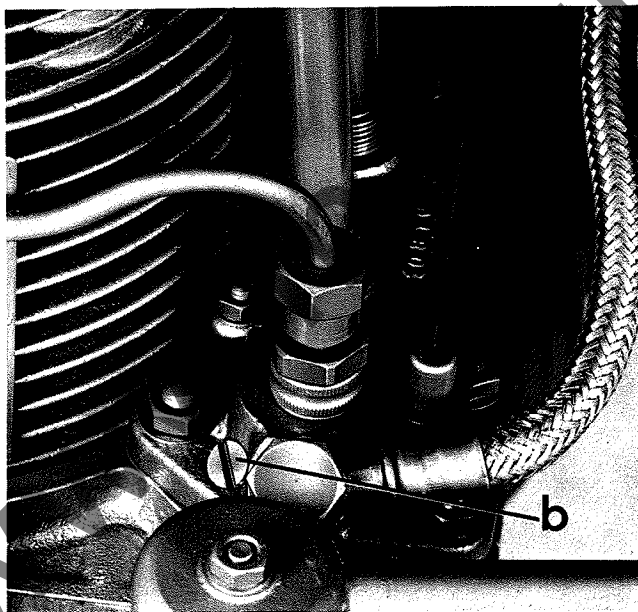

Bild 9
3) Schraube (b, Bild 9) an der Einspritzpumpe einige Gänge herausschrauben und solange gelöst lassen, bis Kraftstoff blasenfrei austritt. Schraube wieder festziehen.